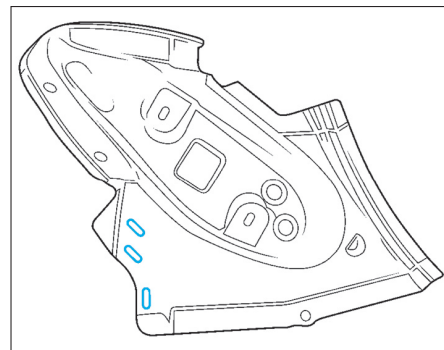

FIG. 66
- Effectuer des trous oblongs de 6 x 20 mm (Fig.66).